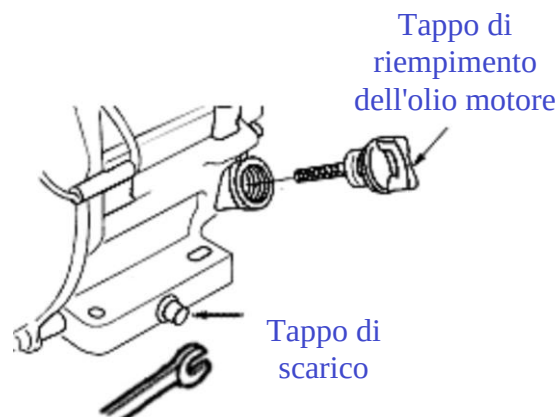

Fig. 13
- Rimuovere sia il tappo di riempimento dell'olio motore (11) sia il tappo di scarico dell'olio, quindi scaricare completamente l'olio esausto in un contenitore. Vedere la Fig. 13.